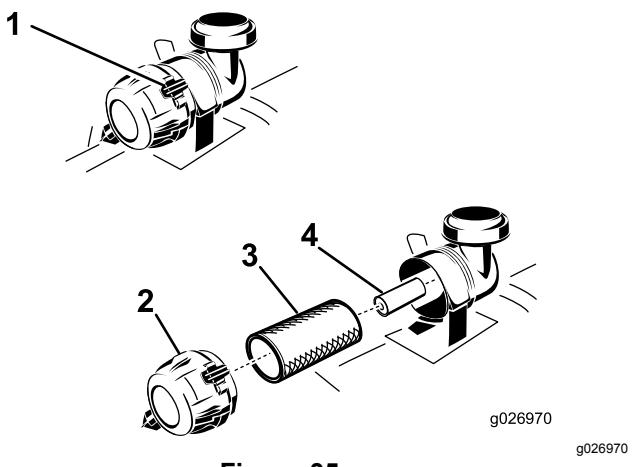

Figura 35
3. Empurre para soltar os grampos de retenção na cobertura do filtro de ar e puxe a cobertura do filtro de ar para fora do corpo do filtro (Figura 35).
5. Empurre suavemente o filtro primário para fora do corpo do filtro de ar (Figura 35).
- Se substituir o filtro secundário, deslize-o cuidadosamente para o corpo do filtro (Figura 35).
- Deslize cuidadosamente o filtro principal sobre o filtro secundário (Figura 35).
grampos de retenção prendam a cobertura no lugar (Figura 35).